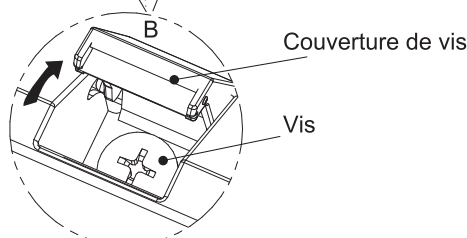

Fig. 10
- 3) Dans la position B, ouvrez les couvertures de vis comme illustrée sur la Fig.10 et retirez les vis.